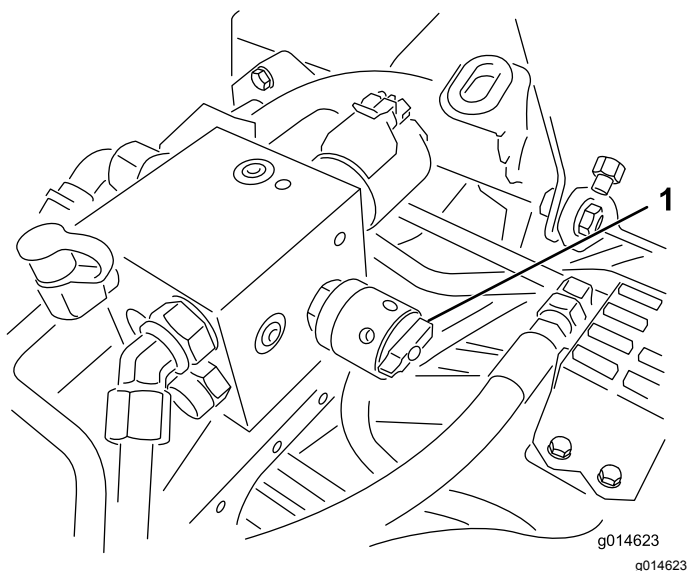

Figure 50
4. Pour régler la vitesse des cylindres, tournez le bouton (Figure 50) jusqu'à ce que les flèches soient en face de la valeur déterminée à l'opération 3.